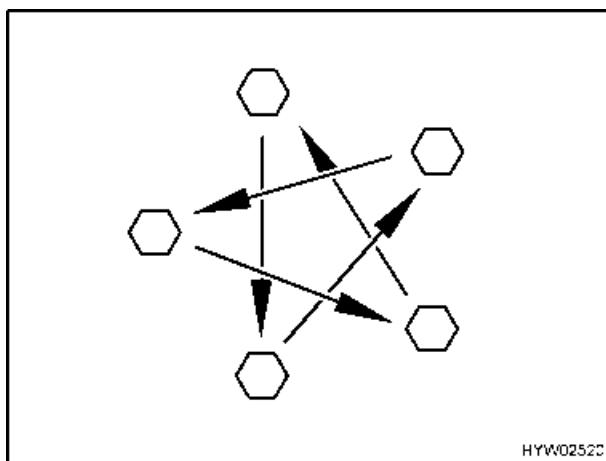

Fig. 101 Serrare a croce i bulloni delle ruote
- Controllare regolarmente il serraggio dei bulloni. Regolare a croce (Fig. 101) il serraggio dei bulloni di una ruota sostituita dopo circa 50 km. Per il valore della coppia di serraggio consultare il paragrafo Coppia di serraggio.
- Serrare a croce i bulloni delle ruote (Fig. 101). Per il valore della coppia di serraggio consultare il paragrafo Coppia di serraggio.